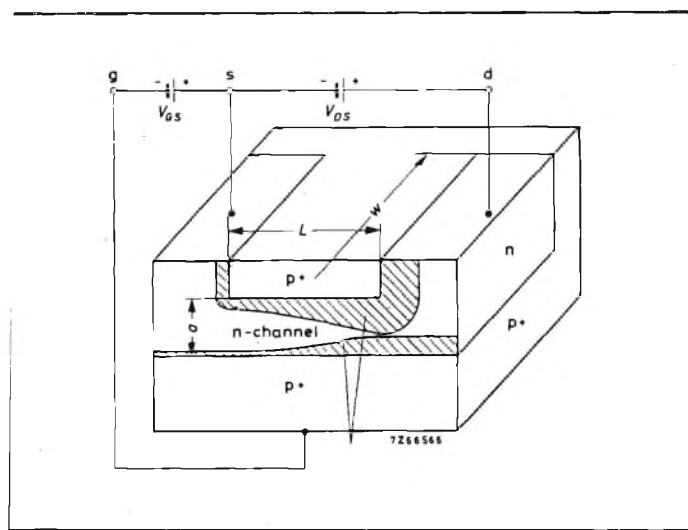

Fig. 193 - Struttura schematica di un FET a giunzione.
a) transistori ad effetto di campo a giunzione (J-FET). Sono costituiti (fig. 193) da un cristallo di silicio, di tipo p o di tipo n chiamato canale all'estremità del quale si trovano due contatti metallici denominati rispettivamente source e drain (corrispondenti, tanto per intenderci, il source all'emettitore o al catodo, il drain al collettore o all'anodo rispettivamente di un transistor bipolare e di un tubo a vuoto). Questi due contatti sono ohmici e non formano quindi giunzioni p-n in corrispondenza delle estremità del canale.
Un transistor ad effetto di campo a strato isolante supponiamo con canale di tipo n è costituito (fig. 193) da un cristallo di materiale semiconduttore di tipo p in due parti del quale vengono formate per diffusione due zone di tipo n fortemente drogate. (Le zone di tipo p o di tipo n fortemente drogate vengono solitamente indicate rispettivamente con p+ (pp) oppure n+ (nn)).